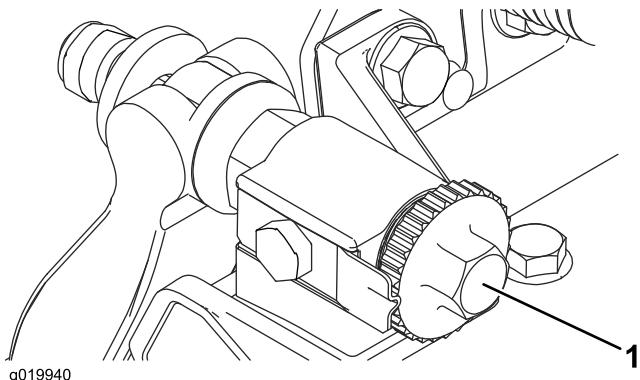

図 8
2. ベッドバー調整ねじを左に回してベッドナイフとリールの接触をなくす図 8。